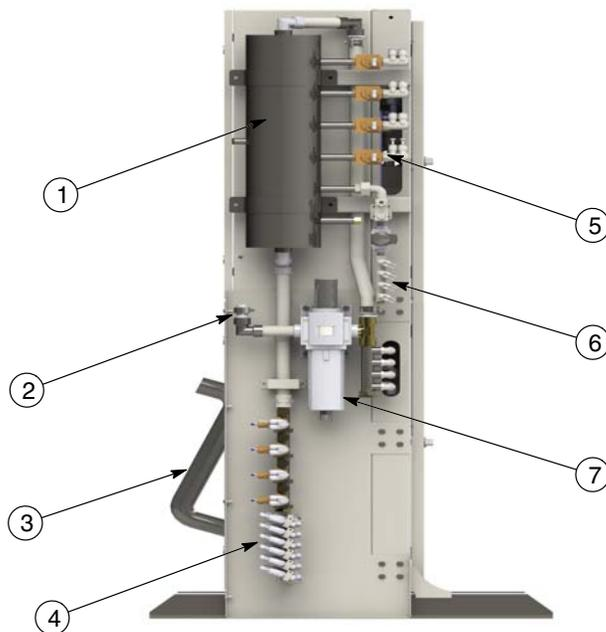

Fig. 2 Vue d'ensemble des principaux composants pneumatiques
2. Raccorder une alimentation en air de 1" à l'entrée du bloc filtre (voir figure 2). La pression d'alimentation doit être égale à 6,5 bar (dynamique)